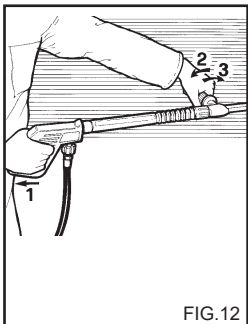
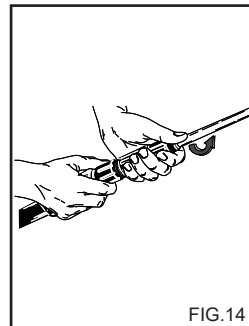

FIG.12
FIG.14
KAKSINKERTAISEN KÄRKIOSANTAISÄÄDETTÄVÄN PÄÄN (Fig. 12) KÄYTTÄMINEN.
2) Poista jatkokappale kahvasta ja aseta kaksois-suihkuputki tai säädettävällä pääkappaleella varustettu suihkuputki (Fig. 14) paikoilleen, kytke painepesuri päälle, kytke suihkuputkella oleva puhdistusaineen imun ohjauksipainike päälle (Fig. 12, 13) ja levitä pesuainetta pestävälle pinnalle alhaalta ylöspäin. Anna vaikuttaa muutaman minuutin ajan.